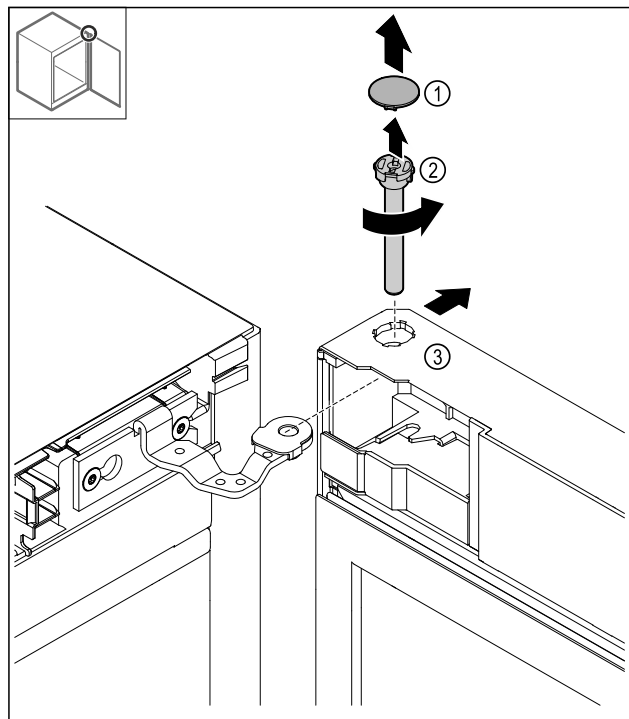

Fig. 20
- Odstranite pokrov Fig. 20 (1).
- Sornik Fig. 20 (2) odvijte v nasprotni smeri urinega kazalca in ga odstranite.
- Rahlo nagnite vrata Fig. 20 (3).